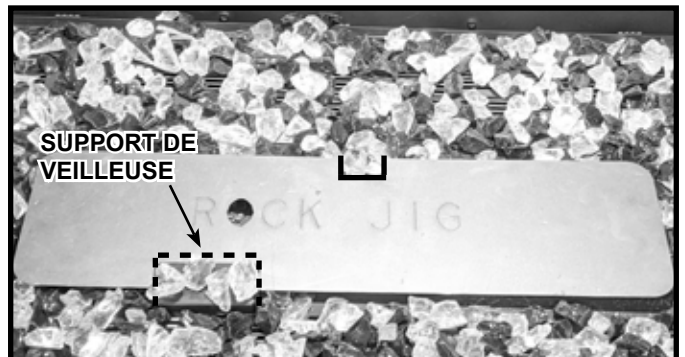

Figure 11.6 Placez le support à pierre
2. Placez le support à pierre sur l'élément d'apparence en verre avec le texte gravé « SUPPORT À PIERRE/ROCK JIG » orienté vers le haut. Assurez-vous que le support à pierre est bien ajusté contre le support de veilleuse. Voir la figure 11.6.